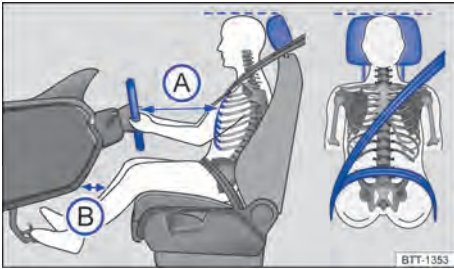

Fig. 23 Distancia correcta del conductor con relación al volante, posición correcta de la banda del cinturón de seguridad y ajuste correcto del apoyacabezas.
- Ajustar el asiento de modo que la distancia entre el volante y el tórax sea como mínimo de 25 cm → fig. 23 (A) y que el conductor pueda sujetar el volante del borde exterior con las dos manos y los brazos ligeramente flexionados.
- Ajustar el asiento del conductor de manera longitudinal para que los pedales se puedan accionar con las piernas ligeramente dobladas y la distancia de la zona de la rodilla con el tablero de instrumentos sea de al menos 10 cm → fig. 23 (B).
- Ajuste el apoyacabezas para que su borde superior se encuentre preferentemente en la misma línea de la parte superior de la cabeza → fig. 23 – pero no por debajo de la altura de los ojos. Posicionar la parte posterior de la cabeza lo más cerca posible del apoyacabezas.